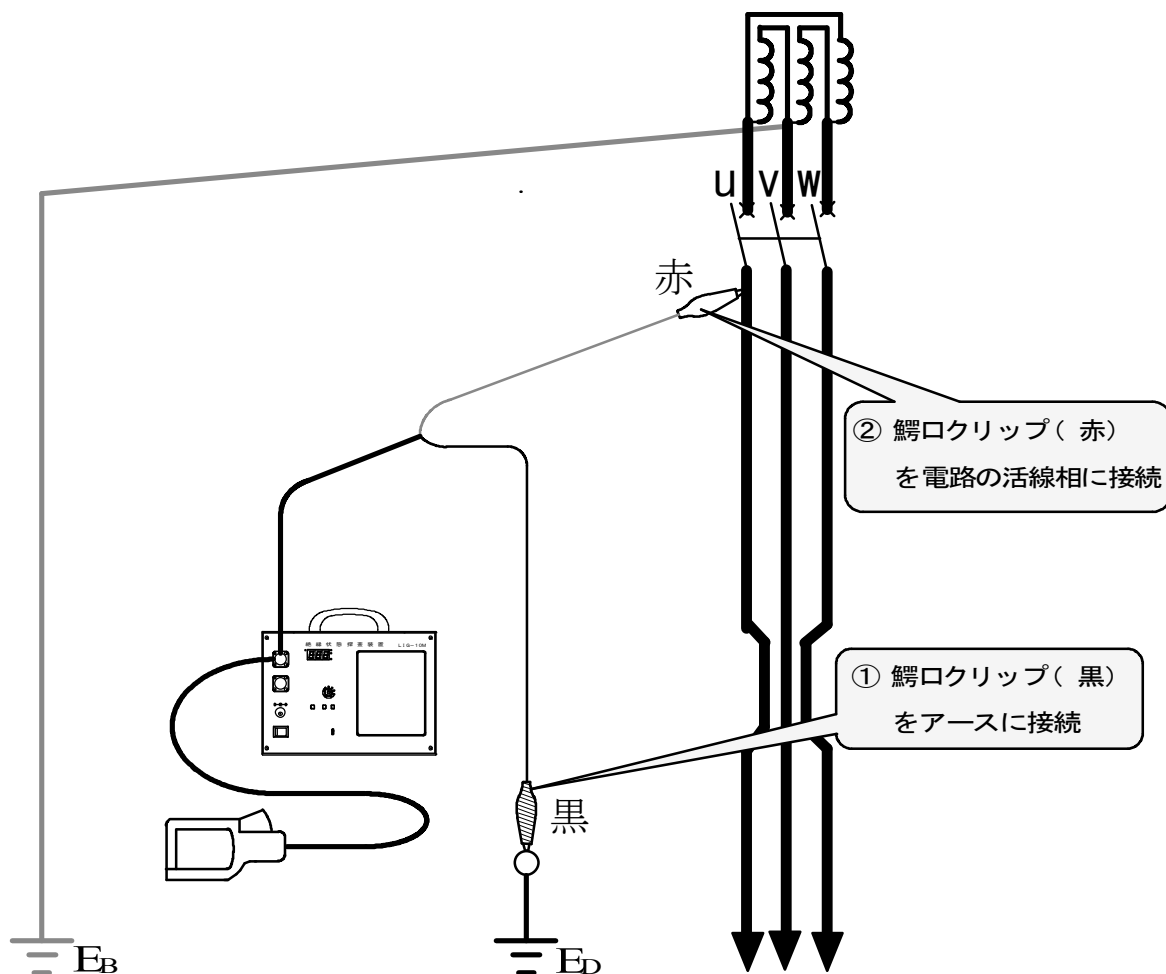

図 3-1 電圧コネクターの配線接続方法
- ① 電圧要素を入力するため、図 3-1 のように電圧コネクターの黒色の鱈口クリップを D 種接地 (近くに適当な D 種接地が無いときは、B 種接地や、電路の接地相 (N 相) で代替可能) に接続します。
- ② 電圧要素を入力するため、図 3-1 のように電圧コネクターの赤色の鱈口クリップを電路の活線相に接続します。